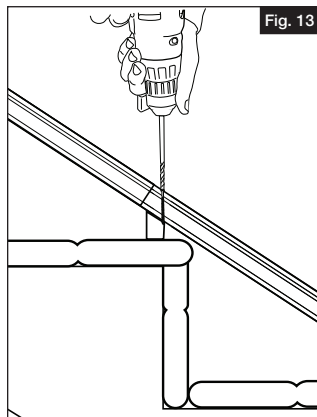

Fig. 13
- a. Placez la cale de soutien de la lisse basse (M) sur le nez de marche le plus proche du centre de la section de la rampe. Tracez le bas de la lisse basse sur la cale de soutien et coupez la cale afin qu'elle corresponde à l'angle. Placez la cale de soutien coupée en position sous le centre de la lisse basse.
- b. Percez la lisse perpendiculairement à la surface de la marche en utilisant une mèche de ¼" (0,64cm). Il convient de percer la lisse afin que la vis se positionne sur le bord avant de la cale de support pour éviter que la lisse ne se courbe durant l'installation (Figure 13). Sécurisez la cale de soutien à l'aide de la vis fournie (H).